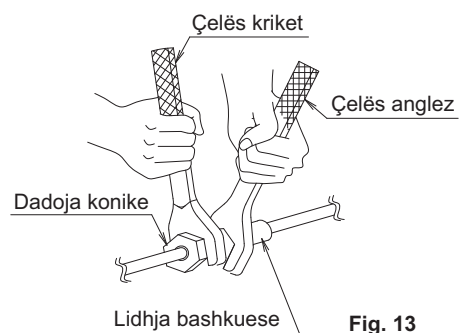

Fig. 13
- Kur të lidhni tubat në kondicioner, sigurohuni të përdorni një çelës fiso dhe një çelës me dinamometër, siç tregohet në fig. 13. Për dimensionin e pjesës konike shihni tabelën 1.